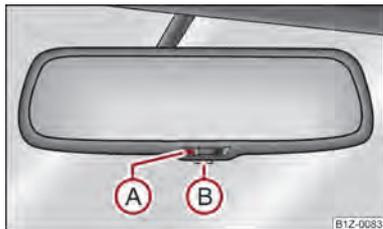

Fig. 40 Retrovisor interior com desencadeamento automático
- Prima o botão (B) ⇒ Fig. 40, a luz de controlo (A) acende-se.